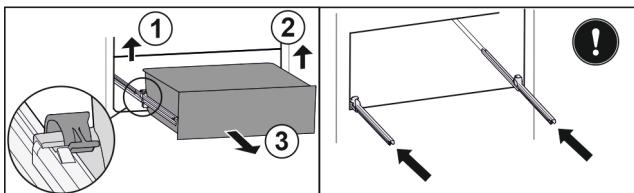

Fig. 144
- Nadvihnite ľavú svorku a súčasne tiahajte zásuvku vľavo dopredu. Fig. 144 (1)
- Nadvihnite pravú svorku a súčasne tiahajte zásuvku vpravo dopredu. Fig. 144 (2)
- Odoberte zásuvku dopredu. Fig. 144 (3)